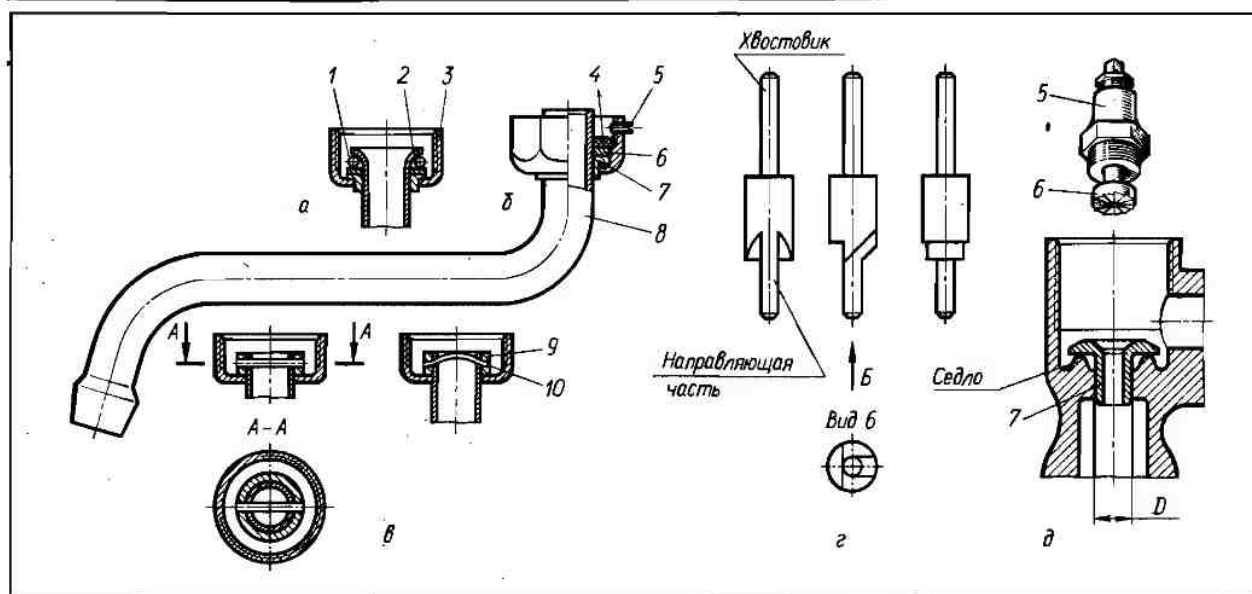

Рис. 20. Ремонт изливов:
почти равномерно соскребаем слой с вершины седла, находящийся выше канавки. Продолжаем это до тех пор, пока канавка не исчезнет. 3. Если глубина канавки 1 мм и более, то для ее уничтожения можно воспользоваться электродрелью и специальным сверлом (рис. 20, з). Такое сверло не продают в магазинах. Его вытачивают на токарном станке с последующей обработкой вручную и закалкой. Латунь, из которой изготовлена боковина, — совсем не мягкий материал и поэтому чем большей твердостью будут обладать кромки сверла, тем быстрее выведете канавку в седле. Для изготовления специального сверла необходимо использовать быстрорежущую сталь. Из нее можно изготовить лишь рабочую часть сверла, а хвостовик и направляющую часть — из любой стали.
4. Можно самостоятельно изготовить фрезу на базе корпуса 5 (рис. 20, д) вентильной головки. Из него выворачивают шток и вместо него вставляют безрезьбовый хвостовик фрезы 6. При возможности лучше внутреннюю резьбу корпуса сточить, чтобы хвостовик фрезы центри-
Если на накидной гайке 3 (рис. 20) есть стопорный винт 5, немного
Надев на трубку 8 накладную гайку 3, кольцо 7, латунную шайбу 6, развальцуйте конец этой трубки (рис. 20, а). Развальцевать конец можно на краю металлического массивного предмета, имеющего угол в 90°, например, тисков, верстака или кувал-
Поэтому следует стремиться закрепить кольцо в первоначальном положении штифтом. Он должен быть по длине больше, чем диаметр кольца, чтобы концы штифта можно было расклепать (рис. 20, в) или выгнуть середину штифта (рис. 20, в). Отверстия под штифт
При ремонте излива иногда можно заменить резиновую прокладку 4 (рис. 20, б)